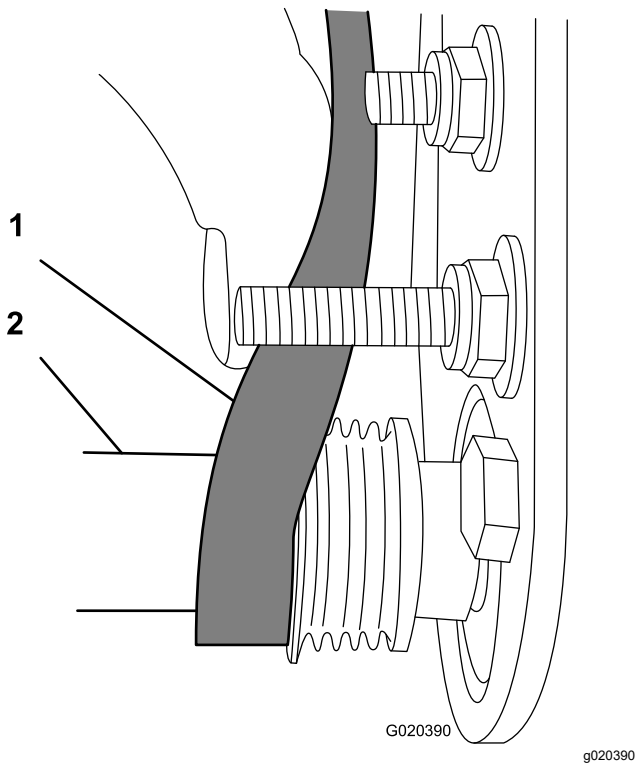

图 17
- 启动从动皮带轮上的皮带 图 17。
- 使用深套管  $\frac{9}{16}$  英寸旋转滚筒刷组件并把皮带引入从动皮带轮 图 17。